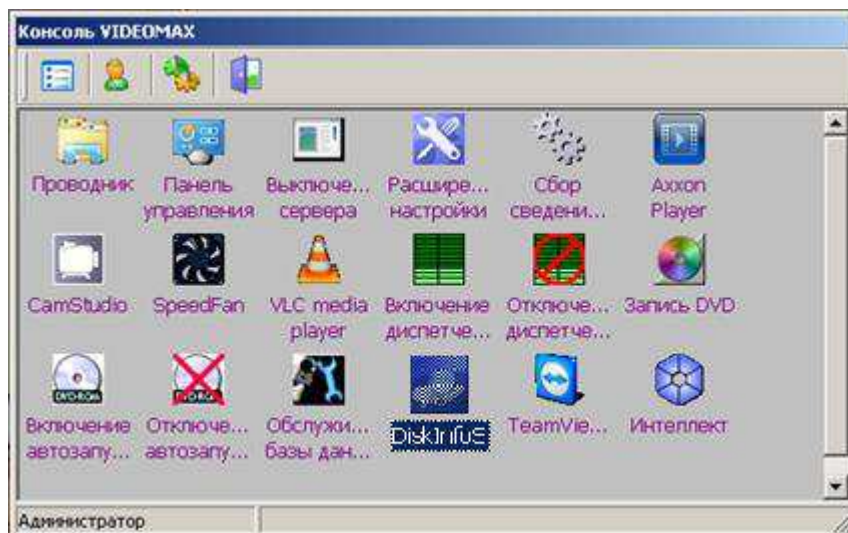

Рис. 34 Запуск утилиты DiskInfo.
- 1 - запустить утилиту DiskInfo из Консоли VIDEOMAX с правами администратора (см. п 7.1.2) (Рис. 34);